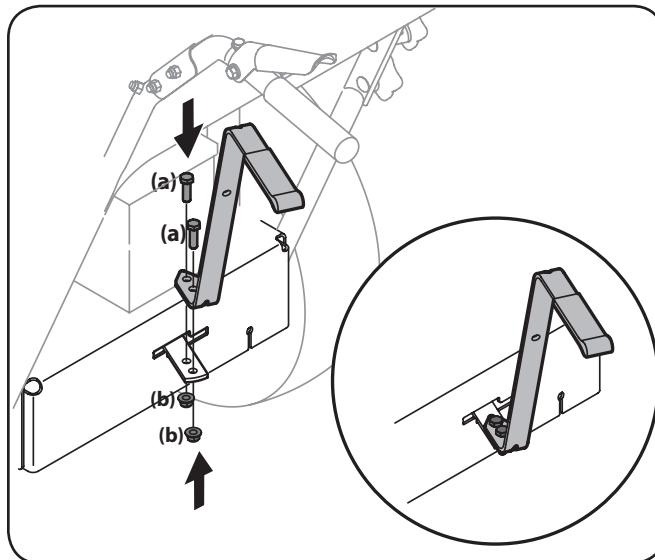

Figure 3-6
3. Placez le levier de changement de vitesse à la position verticale, puis alignez les trous du levier sur les trous de la plaque. Voir Figure 3-6.
4. Fixez le levier avec les deux boulons (a) et les deux écrous (b) retirés aux étapes 1 et 2. Voir Figure 3-6.